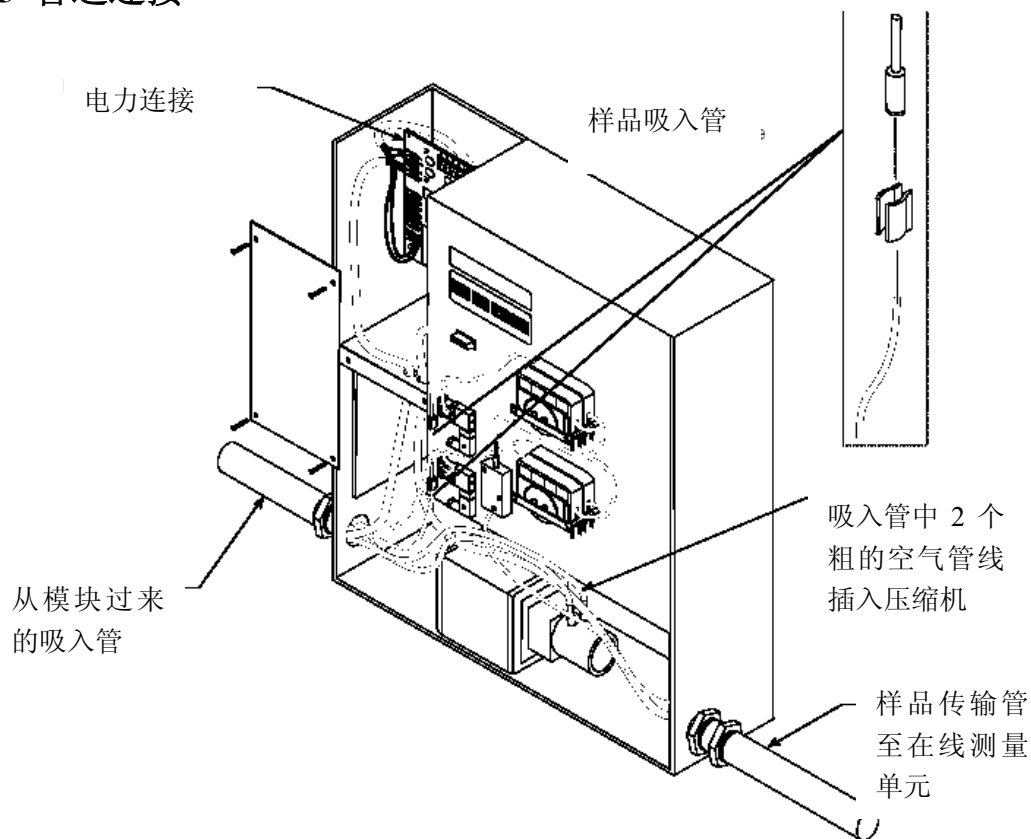

图 6 管线连接
5. 在控制器内部，把空气管接到压缩器蓝色的接头上。(图 6)